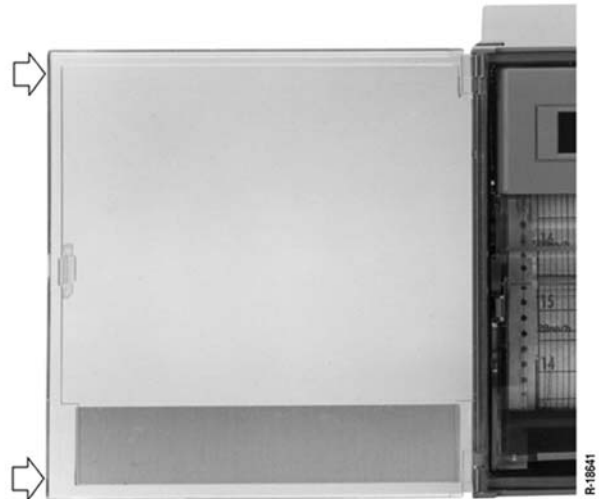
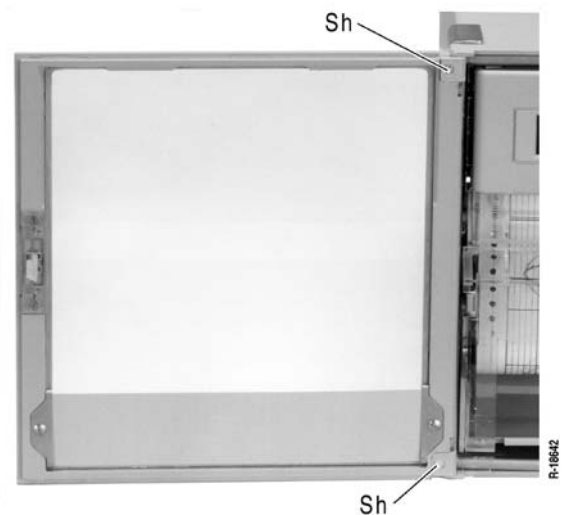

Bild 18 Formstofftür auswechseln
Bild 19 Metallrahmentür auswechseln
(Bild 18 und Bild 19)
2. Nacheinander unten und oben gegen Schmalseite der Tür drücken (siehe Bild 18), bis das Türscharnier außer Eingriff ist.